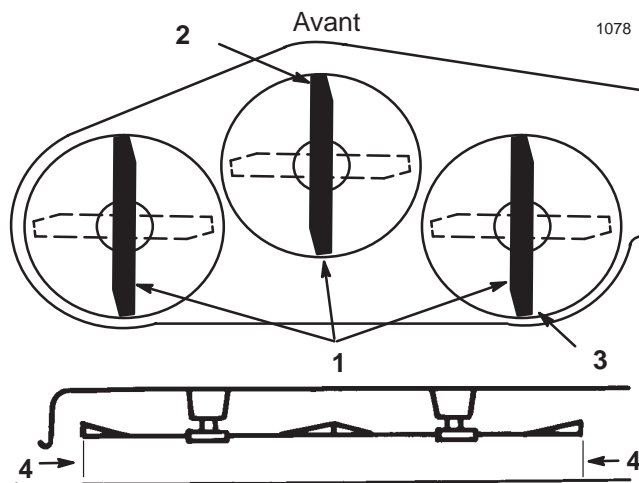

Figure 42
5. Réglez la hauteur de coupe à 76 mm (3") et tournez les lames avec précaution dans le sens longitudinal (Fig. 42).
6. Mesurez la distance entre la pointe de la lame avant (Fig. 42) et la pointe de la lame arrière par rapport à la surface plane. Si la pointe avant de la lame n'est pas de 1,6 à 7,9 mm (1/16 à 5/16") plus basse que la pointe arrière, réglez les tourillons avant.
9. Lorsque les deux tourillons sont réglés de la même manière, fixez les chapes en place à l'aide des goupilles fendues. Vérifiez de nouveau l'inclinaison avant/arrière. Poursuivez le réglage des chapes jusqu'à ce que la pointe avant de lame soit de 1,6 à 7,9 mm (1/16 à 5/16") plus basse que la pointe arrière (Fig. 42).